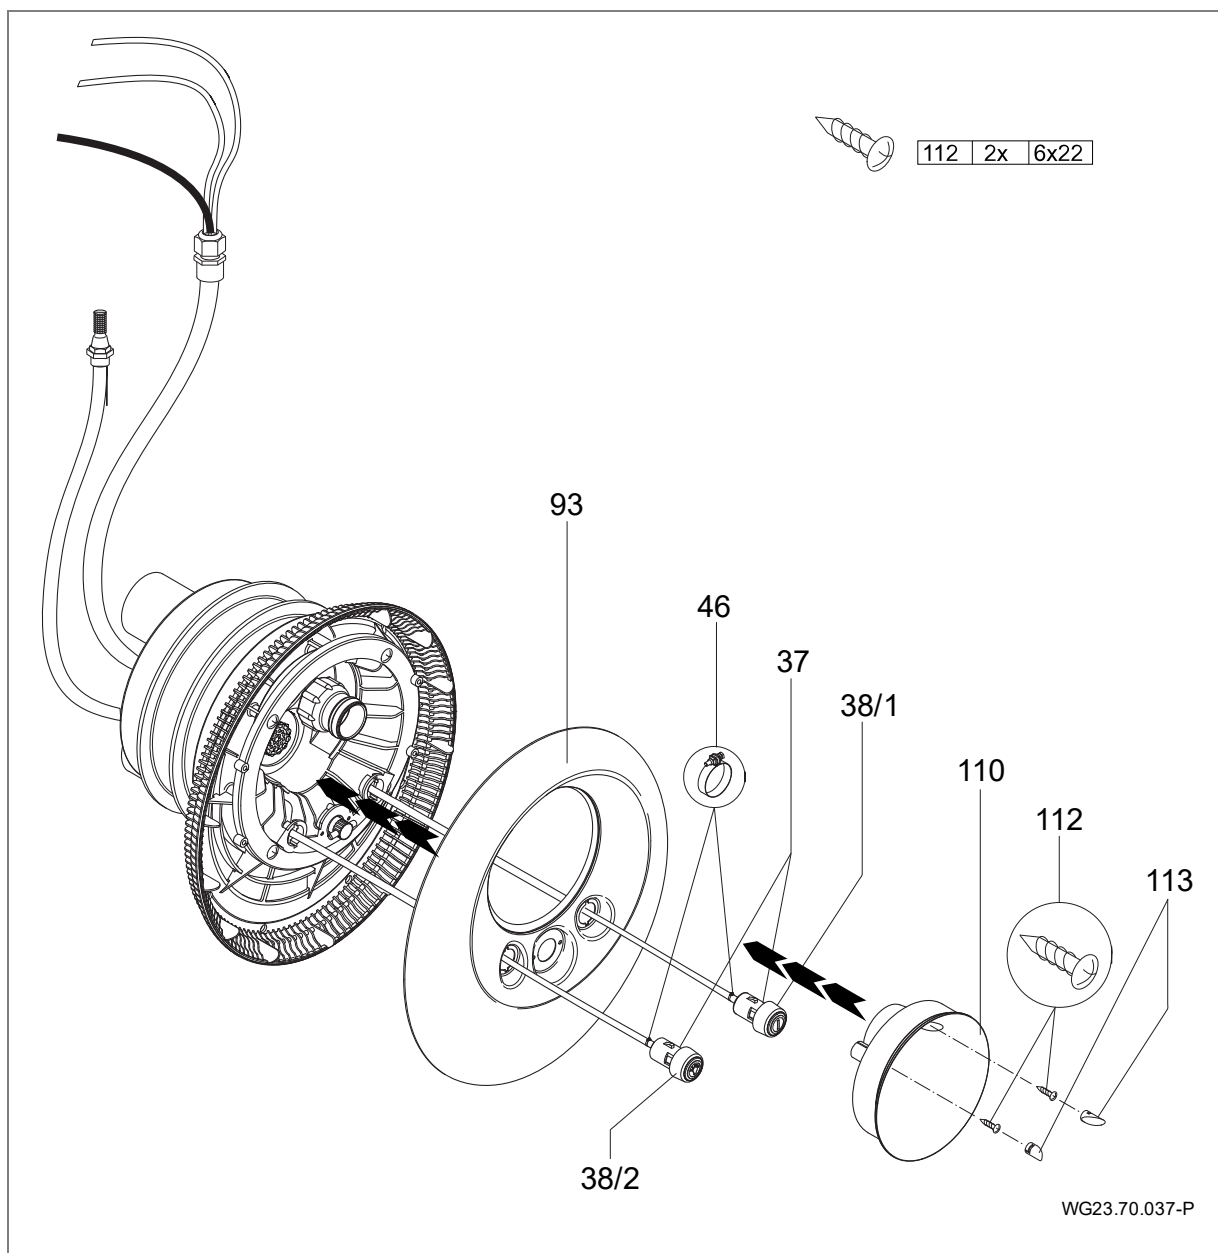

Abb. 19
7. Pneumatikschläuche durch die Öffnungen in der Edelstahlblende (93) führen; Licht EIN/AUS links; Pumpe EIN/AUS rechts; und an den entsprechenden Tastern mit Schlauchklemmen (46) befestigen. (Abb. 19)